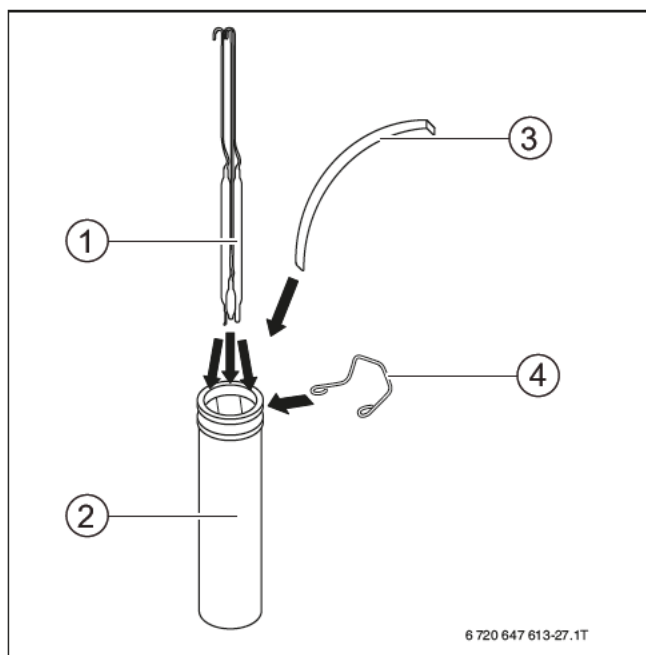

Рис. 18 Подключение датчиков температуры
- ▶ Вставляйте датчики температуры (→ рис. 18, [1]) до упора в дно погружной гильзы (→ рис. 18, [2]).
- ▶ Прижмите датчик температуры компенсационной пружиной (→ рис. 18, [3]) к стенке гильзы.
- ▶ Закрепите датчик температуры зажимной пружиной (→ рис. 18, [4]).